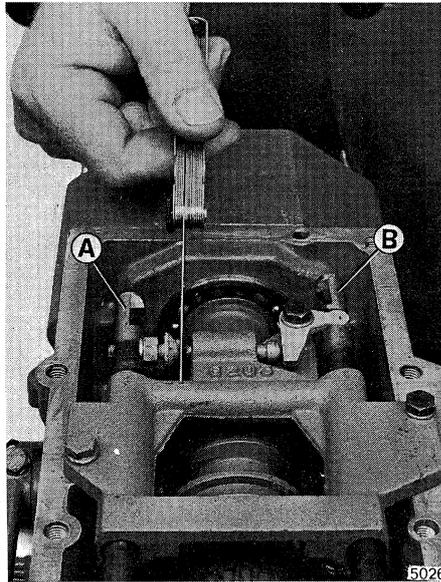

Fig. 58
N.B. - Per effettuare lo spessoramento di fig. 58 occorre portare l'asta del cambio A in posizione di retromarcia e l'asta presa di forza B disinserita. Il giuoco deve essere di $2,5 \div 3$ mm.